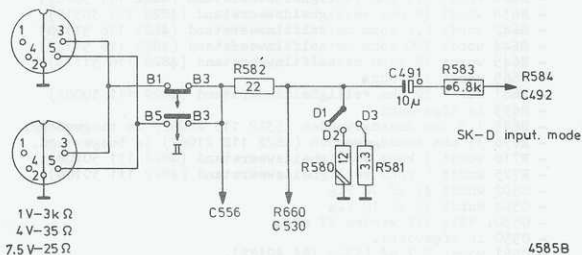

Fig. 2
- De ingangsschakeling wordt gewijzigd volgens fig.2.